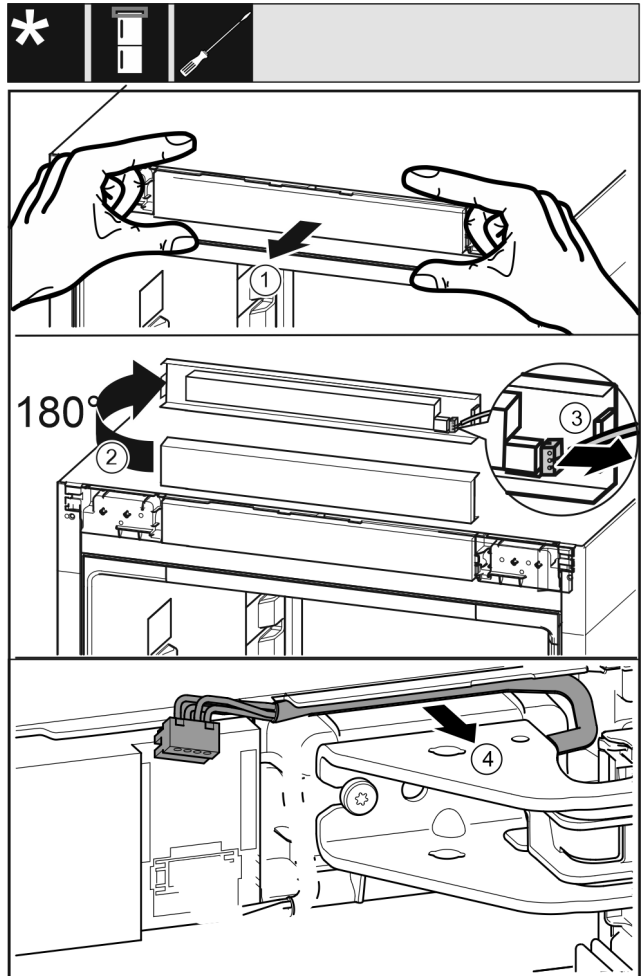

Fig. 19
- Óvatosan válassza le a készülék kezelőpaneljét előrefelé. Fig. 19 (1)
- Fordítsa el a kezelőpanel felfelé 180°-kal. Fig. 19 (2)
- Nyomja hátrafelé a reteszelő bütyköt, és óvatosan húzza ki a dugót. Fig. 19 (3)
- Óvatosan vegye ki a kábelt a csapágyblokk felett a vezető-sínből. Fig. 19 (4)